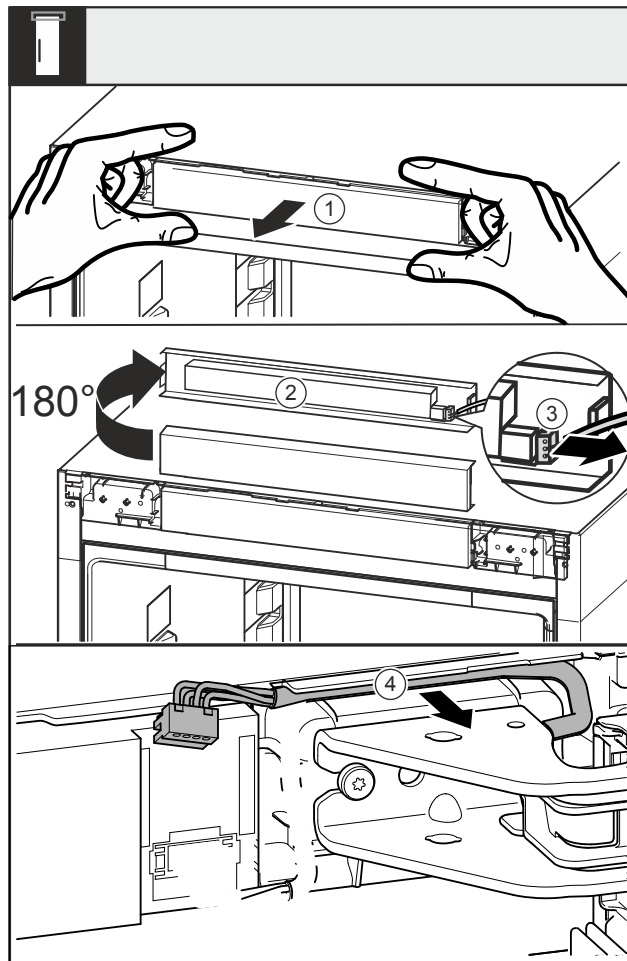

Fig. 16
- Paneel Fig. 16 (1) naar voren toe losmaken.
- Paneel Fig. 16 (2) naar boven toe 180° draaien.
- Vergrendelingslipje op de stekker Fig. 16 (3) naar achteren drukken en de stekker voorzichtig er uit trekken.
- Kabel Fig. 16 (4) middels lagerbok uit de geleiding losmaken.